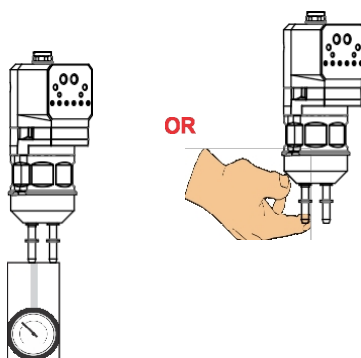

图 12 真空 检查选项
3. 从泵上断开粉末管。如图 12 所示，将真空计连接到抽吸接头，或将手指放在接头上。